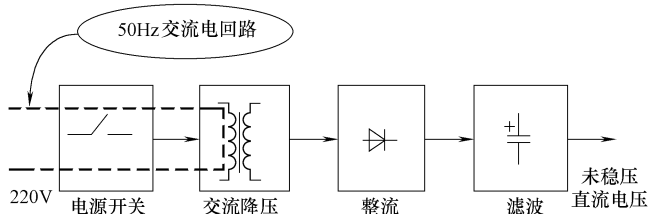

图 10-3 电源电路中交流电回路示意图
1) 交流电回路。图 10-3 所示是电源电路中交流电回路示意图，从图中可以看出，这一交流电回路是 220V 交流电回路。